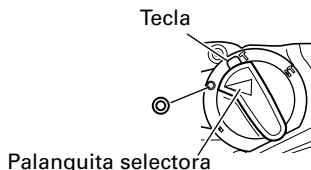

Fig. 13
- (1) Monte el puntero o el cincel.
- (2) Presione el botón de empuje y coloque la palanquita selectora en la marca ©. (Fig. 13)